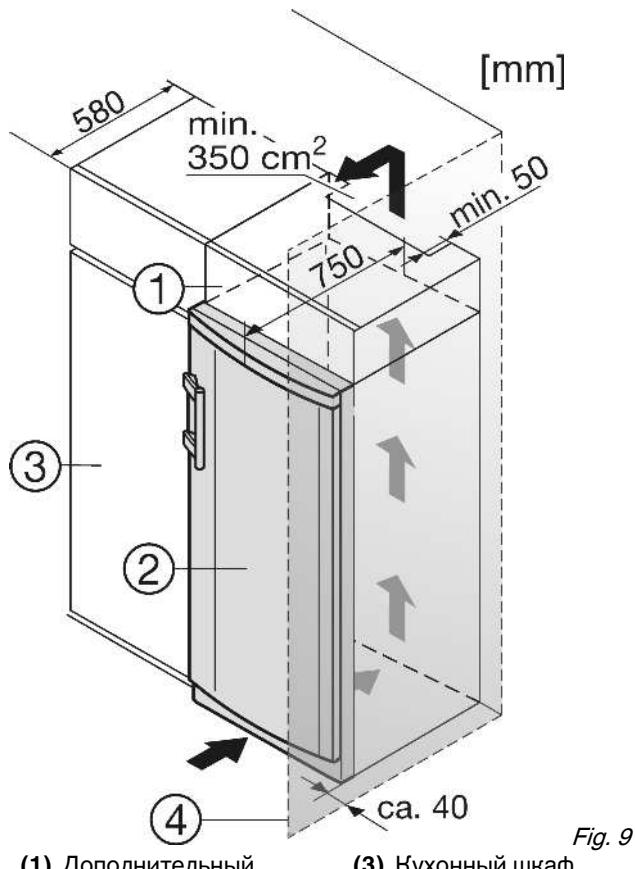

Fig. 9
- (1) Дополнительный шкафчик
(2) Устройство
(3) Кухонный шкаф
(4) Стенка
Если устройство установлено на шарнирах у стены Fig. 9 (4), то расстояние между устройством и стеной должно быть не менее 40 мм. Настолько выступает ручка при открытой дверце.